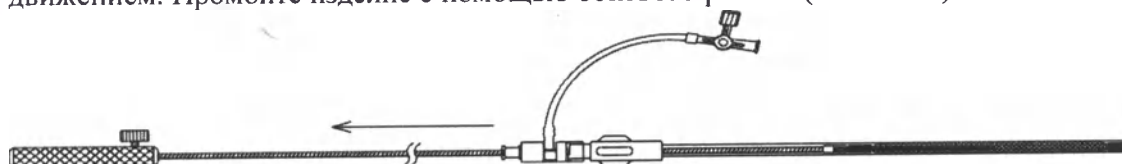

Рис.3 – загрузка изделия в загрузчик
- 7) Пропустите кабель доставки через загрузчик и приверните окклюдер к наконечнику кабеля доставки. После надежного закрепления изделия, погрузите комплекс (окклюдер и загрузчик) в физиологический раствор и втяните окклюдер в загрузчик дергающим движением. Промойте изделие с помощью бокового рычага (см. Рис. 3).